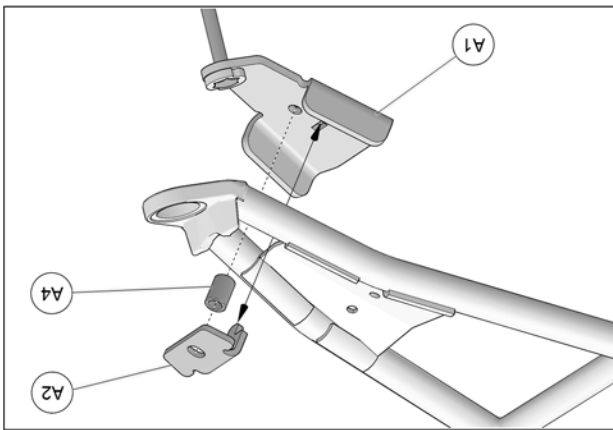

Fig. 18
5. Placer la partie inférieure de l'ancrage anti-rotation (A1) sous le bras de suspension inférieur. Placer l'espaceur (A4) et la partie supérieure (A2) par-dessus le bras de suspension et insérer le tenon dans la mortaise de la partie inférieure. Voir Fig. 18